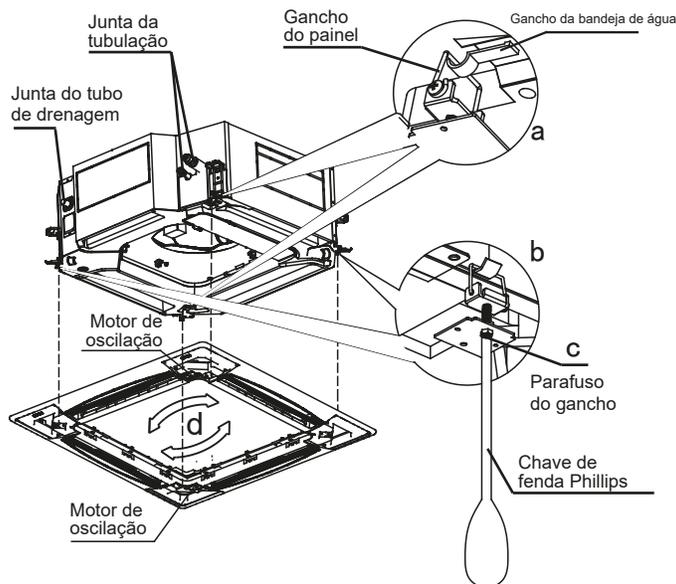

Fig. 4-15
2) Prenda os ganchos do painel no motor de oscilação e seus lados opostos nos ganchos da bandeja de água correspondente. (Consulte a Fig.4-15 a) Em seguida, pendure os outros dois ganchos nos suspensores do corpo. (Consulte a Fig.4-15 b)
4) Ajuste os quatro parafusos do gancho do painel para mantê-lo na horizontal e parafuse uniformemente até o teto. (Consulte a Fig.4-15 c)